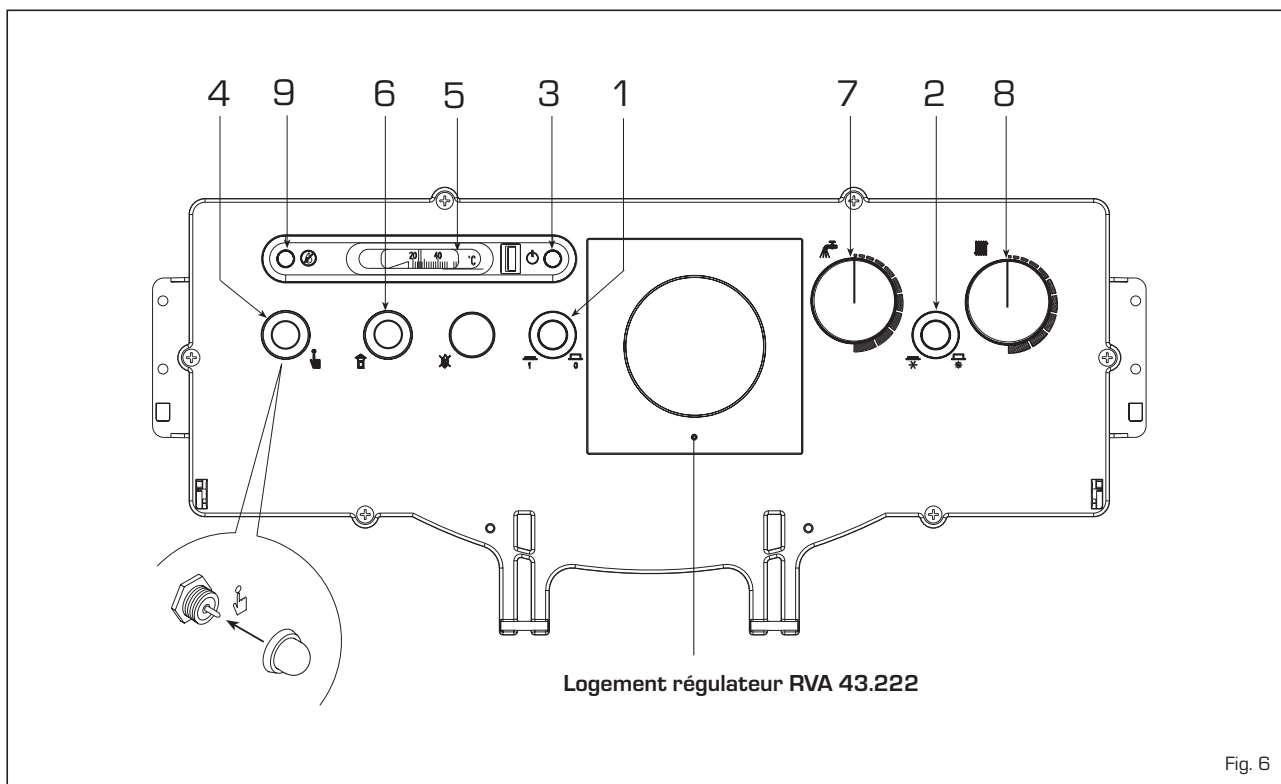

Fig. 6
Toutes les fonctions de la chaudière peuvent être gérées par le régulateur optionnel cod. 8096303, livré avec une sonde de température extérieure (SE) et une sonde d'immersion chaudière (SC). Le régulateur s'installe dans le panneau des commandes en remplacement du couvercle prévu à cet effet (fig. 6). Le régulateur est équipé d'une autre série de connecteurs à basse tension pour la liaison des sondes et de l'unité milieu ambiant (les connecteurs se trouvent dans un sachet à l'intérieur du tableau de commande). Le bulbe de la sonde de l'éventuel bouilloire extérieur (SS) cod. 6277110 doit être inséré dans la gaine de la bouilloire et celui de la sonde chaudière (SC) dans la gaine de la chaudière. Pour le montage de la sonde de température extérieure (SE), il faut se conformer aux instructions se trouvant dans l'emballage de la sonde elle-même. Pour effectuer les connexions électriques, il faut se référer au schéma de la figure 5.
3.2.1 Mise en marche de la chaudière (fig. 6)
- pour garantir un fonctionnement optimal de la chaudière et éviter toute formation de condensation, il est conseillé de tourner la poignée de l'aquastat chaudière (8) sur une température non inférieure à 60°C. Pour contrôler la valeur de température programmée, consulter le thermomètre (5).
3.2.2 Aquastat de sécurité (fig. 6)
3.2.3 Remplissage installation (fig. 6)
3.2.4 Extinction de la chaudière (fig. 6)